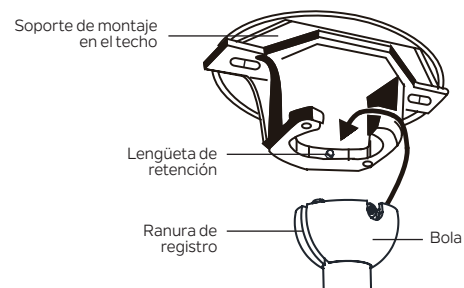

Figura 10
Paso 11. Levante el conjunto del motor a su posición y coloque la bola de suspensión en el soporte de montaje del techo. Gire todo el conjunto hasta que la “lengüeta de retención” haya caído en la “ranura de registro” y se asiente firmemente. **(Figura 10)**